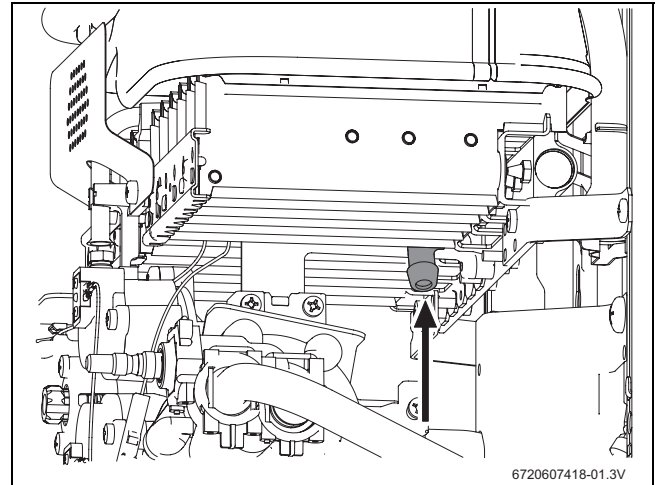

Fig. 13 Ponto de medição de pressão
- ▶ Desapertar o parafuso obturador (Fig. 13).